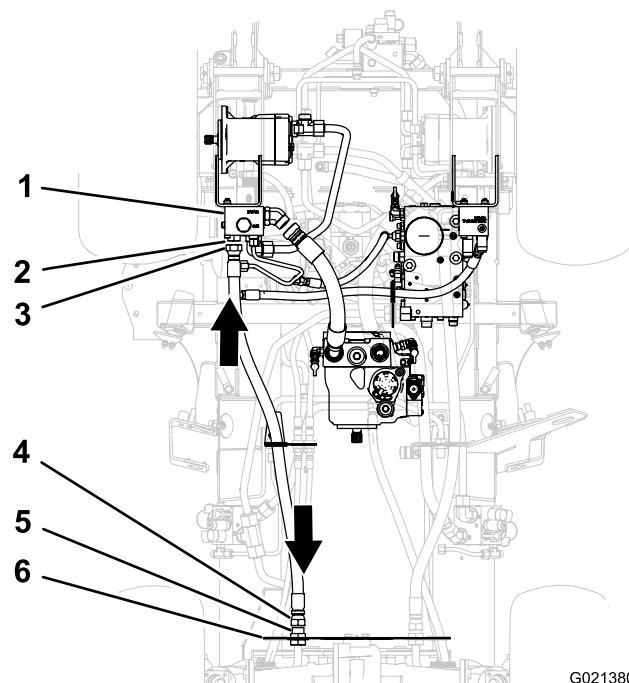

Figura 16
2. Alinhe o encaixe traseiro da mangueira de tracção traseira com o acessório da divisória (Figura 16).
3. Alinhe o encaixe dianteiro da mangueira de tracção traseira com o encaixe hidráulico a direito que se encontra na porta M3 do colector do divisor de fluxo (Figura 16).